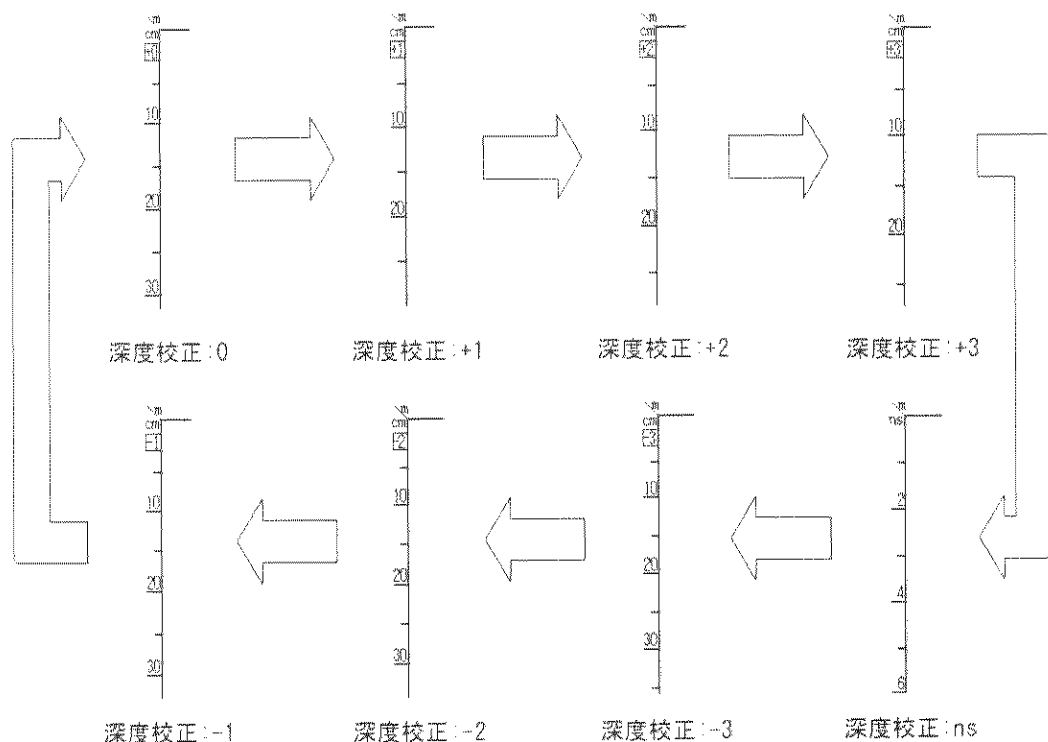

図3-13 深 度 目 盛
下表に深度校正值と比誘電率の関係を示し、図3-13に深度目盛を表わします。
c) 図3-13のように無筋部分が固定カーソル位置に重なったときに、 $\boxed{5}$ ENTER を押すことにより、固定カーソル位置の反射波を表面波としてリアルタイムマニュアル表面波処理を行ったBモード(BAモード)表示を行います。